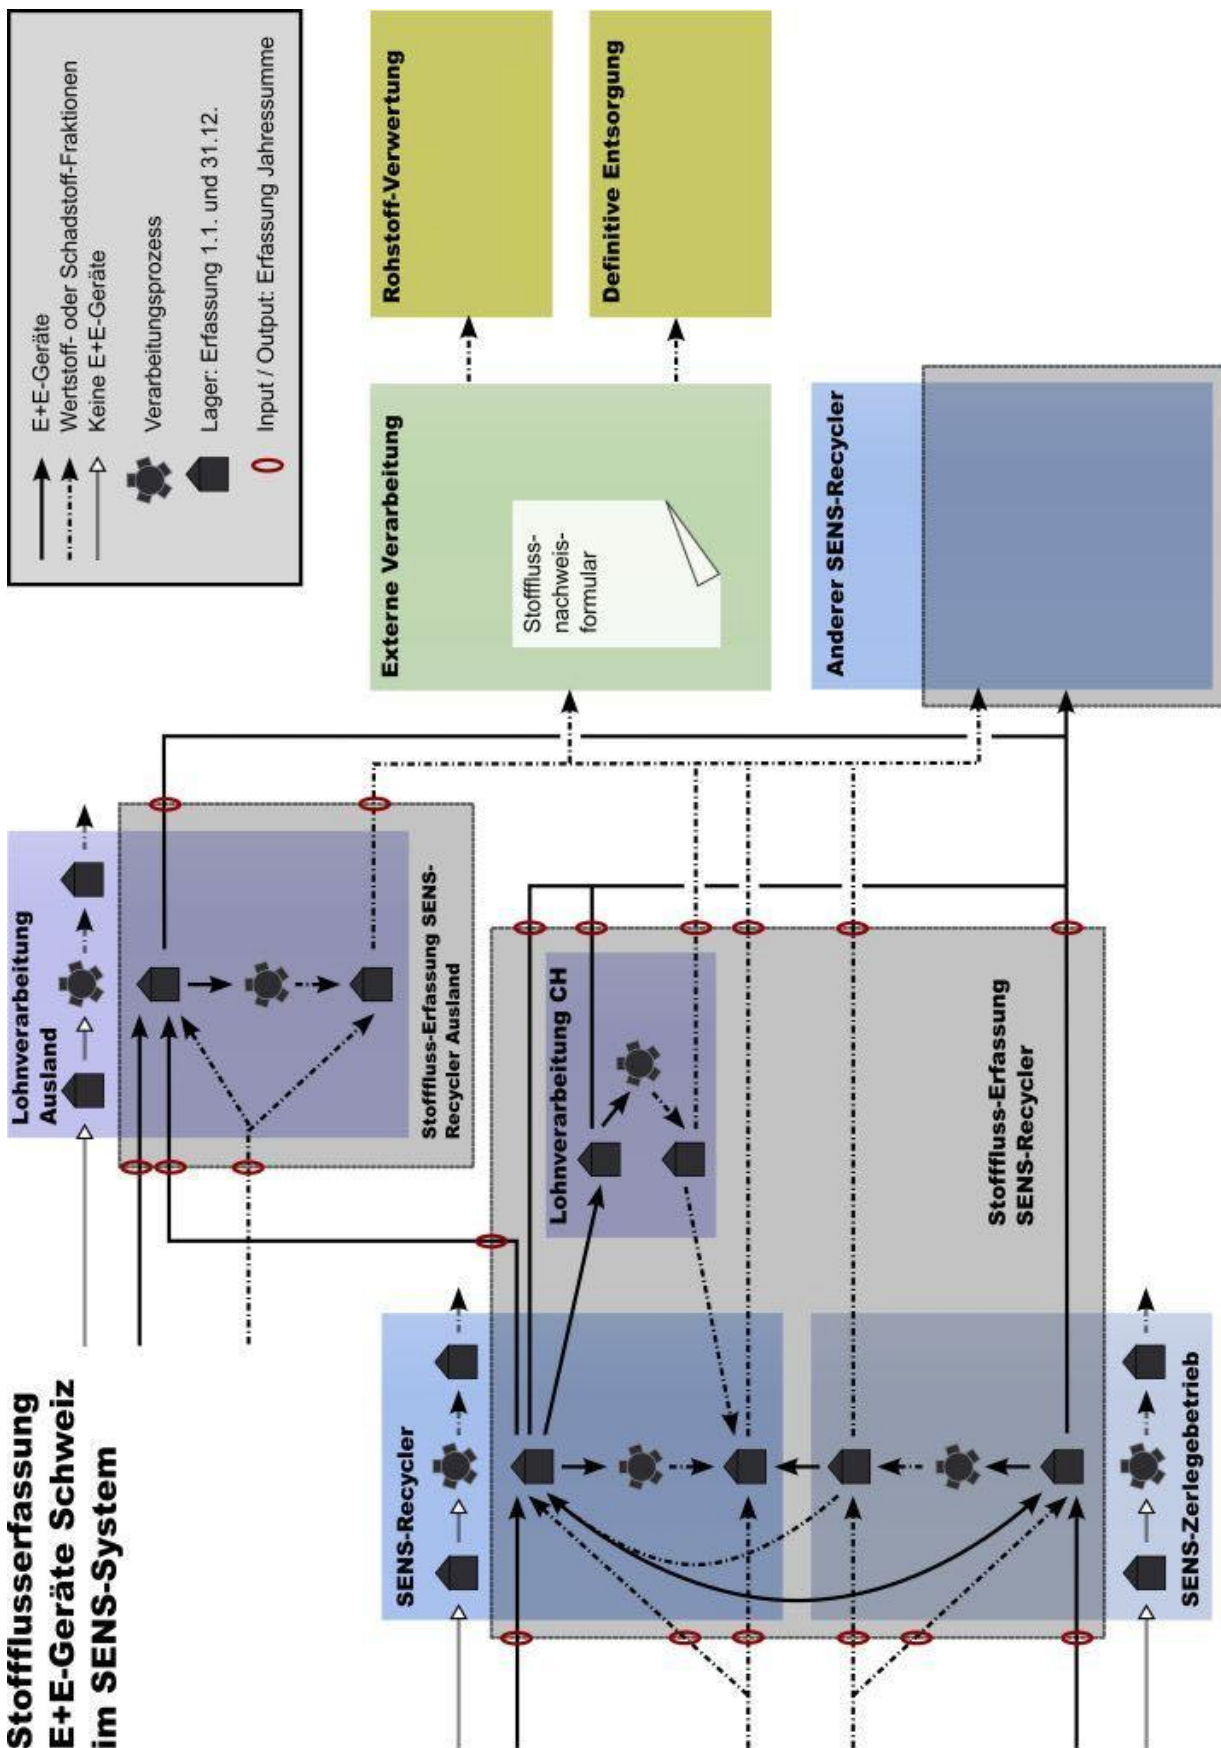

Abbildung 1: Stoffflusserfassung E+E-Geräte im SENS-System
5. Die Stoffflüsse der vertraglich gebundenen Zerlegebetriebe, sowie von Lohnverarbeitungen bei anderen Betrieben müssen vollständig im Aufzeichnungssystem des SWICO-/SENS-Vertragspartners integriert werden. Für die Zerlegebetriebe gelten dieselben Aufzeichnungspflichten wie für die Vertragspartner. Selbst wenn der Vertragspartner mehrere Standorte hat, so ist er verpflichtet für alle Standorte zusammen eine einzige Aufzeichnung einzureichen (Siehe Abbildung 1 für die Stoffflusserfassung im SENS-System).